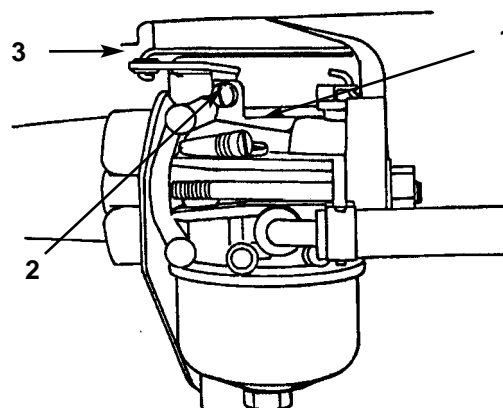

Fig. 26
- A. Girate leggermente in senso orario la vite della miscela del minimo (Fig. 26), fin quando si chiude appena. Non forzate (avvitandola) questa vite perché potreste danneggiare il carburatore.
- B. Aprite la vite della miscela del minimo (Fig. 26) di un giro in senso antiorario. Questa registrazione vi consente di avviare il motore.
- A. Tenete il braccio dell'acceleratore contro la vite del minimo (Fig. 26). Regolate questa vite in modo che il motore giri al minimo a 1750 giri/min primo, e verificate i giri con il tachimetro.
- B. Sempre tenendo il braccio dell'acceleratore contro la vite del minimo, girate lentamente la vite della miscela del minimo (Fig. 26) in senso orario (verso l'interno) fin quando il motore inizia a rallentare (miscela povera). Ora girate la vite della miscela del minimo in senso antiorario (verso l'esterno) fin quando il motore inizia a funzionare irregolarmente (miscela ricca).
- C. Ora girate la vite della miscela del minimo (Fig. 26) a metà tra la miscela povera e la ricca, fin quando il motore avrà una marcia regolare.